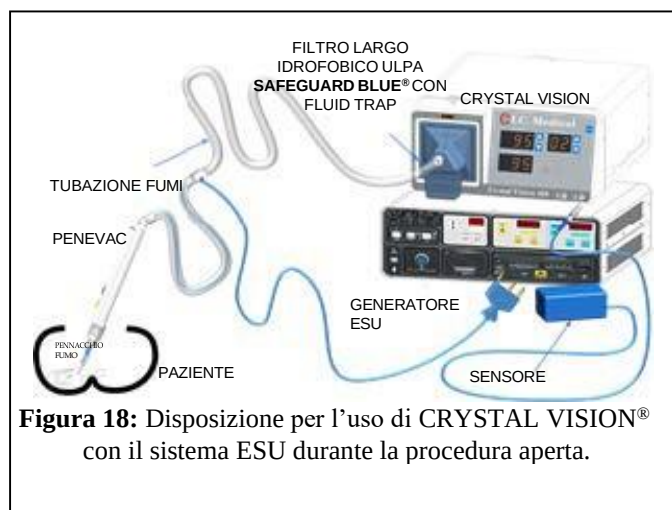

Figura 18: Disposizione per l'uso di CRYSTAL VISION® con il sistema ESU durante la procedura aperta.
3. Riferirsi alla Figura 18 o 19 per conoscere la relativa disposizione.